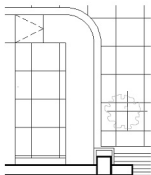

图 4.81 光轨移动轨迹
- (1) 在命令行输入“Sketch”后按 Enter 键, 启动【徒手绘图】命令。
- (2) 在记录增量 <1.0000>: 提示下, 输入“10”。记录增量是用于 AutoCAD 自动记录点的最小距离间隔, 也就是说, 只有光标的当前位置点与上一个记录点之间的距离大于 10mm 时, 才将其作为一个点记录。
- (3) 在徒手画. 画笔(P)/退出(X)/结束(Q)/记录(R)/删除(E)/连接(C): 提示下, 在需要绘制配景的位置单击一点作为徒手绘图的起点, 此时命令行提示<笔 落>, 表示“画笔”已经落下。
- (4) 按照花的形状轮廓移动光标, 观察绘图区域, 屏幕上会出现显示光标轨迹的绿线, 如图 4.81 所示。